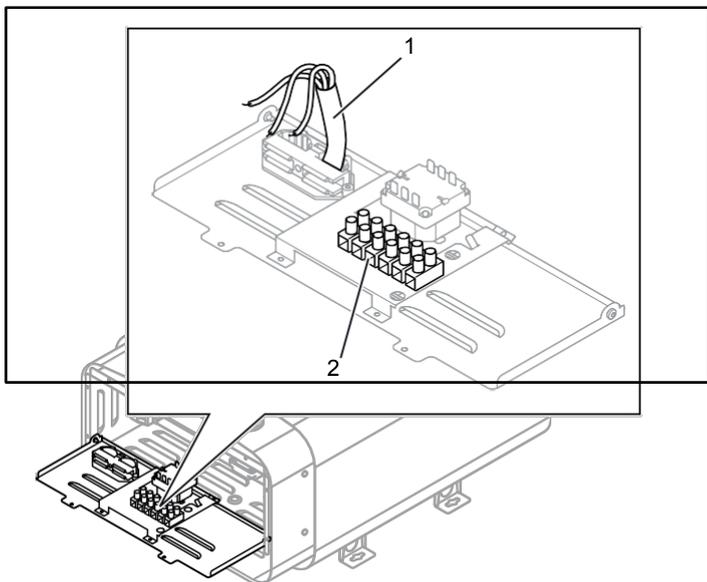
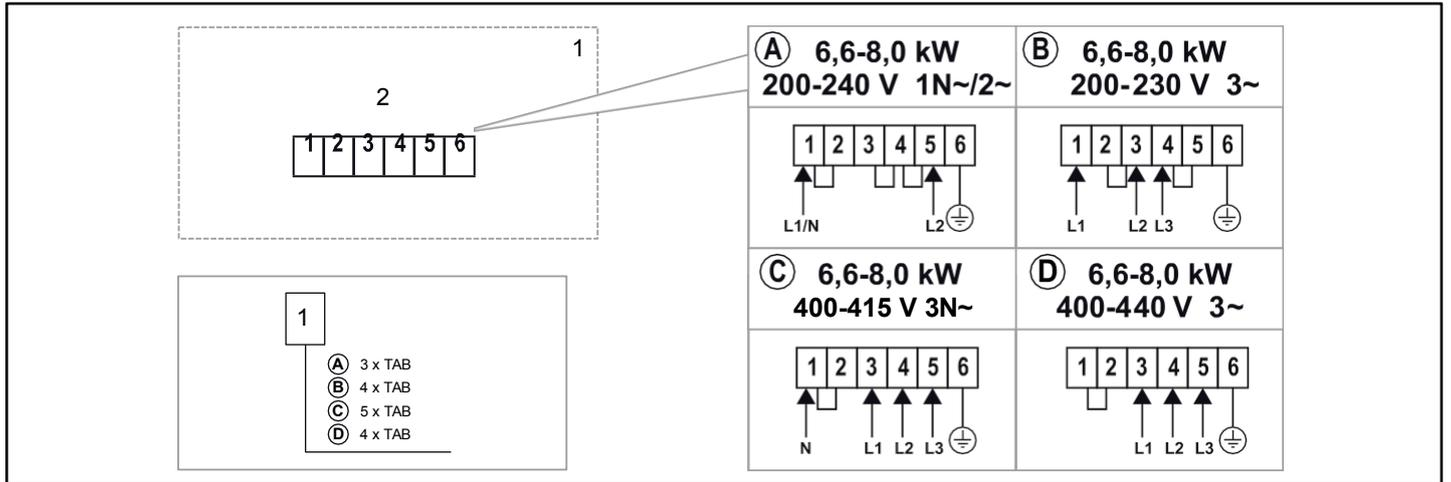

Figura 6: Scheda di circuito
Figura 12: Schema di cablaggio
- Per pianificare l'installazione elettrica, vedere la sezione Schema di collegamento/cablaggio, Figura 12.
3. Collegare il cavo elettrico (vedere Figura 6) secondo lo schema di cablaggio (vedere Figura 12).
Prima di collegare tensioni o numeri di fasi non elencati nello schema di cablaggio Figura 12, contattare il servizio clienti Tylö.